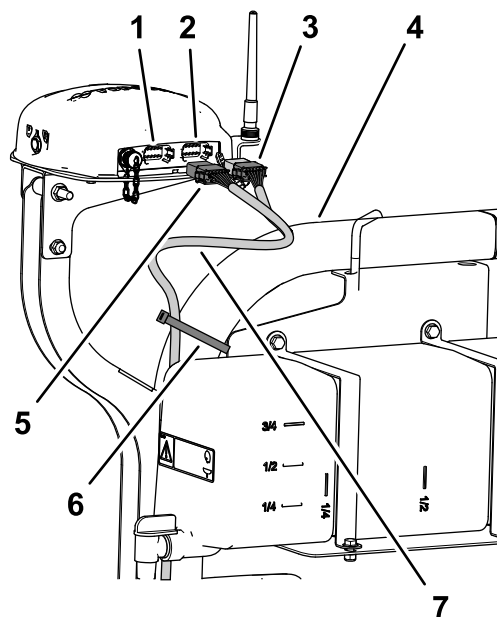

図 197
2. データ用ハーネスの 390cm の枝線を、ROPS 右側に沿って配設し、12 ソケットコネクタ 灰色 と 12 ソケットコネクタ 黒色 をナビゲーション受信機まで導く 図 197。
- 図 197 のように、ケーブルタイ2本を使って、データ用ハーネスの 390cm 枝線を右側 ROPS チューブに固定する。